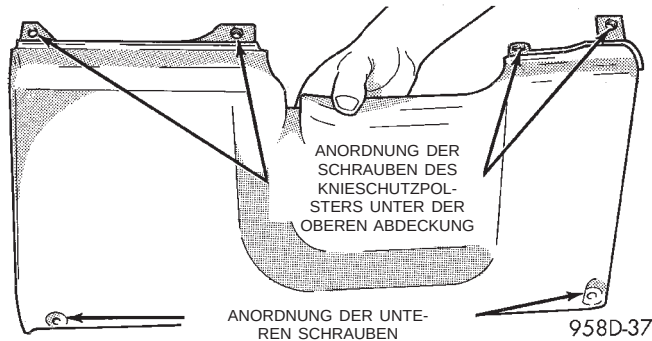

**Abb. 7 Anordnung der Schrauben/Knieschutzpolster**
(7) Die obere Abdeckung von der Instrumententafel abbauen, um die Schrauben des Knieschutzpolsters freizulegen (Abb. 7).
(8) Das Knieschutzpolster von der Instrumententafel abschrauben (Abb. 7).
(19) Das Knieschutzpolster an der Instrumententafel anschrauben und die Schrauben festziehen (Abb. 7).
(20) Die obere Abdeckung der Instrumententafel einbauen.